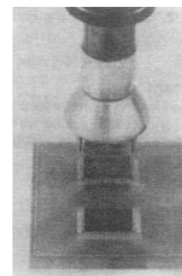

Рис.5.4.2
- Предварительный нагрев электронного компонента показан на рис 5.4.1. Равномерно нагрейте все выводы (рис. 5.4.2).